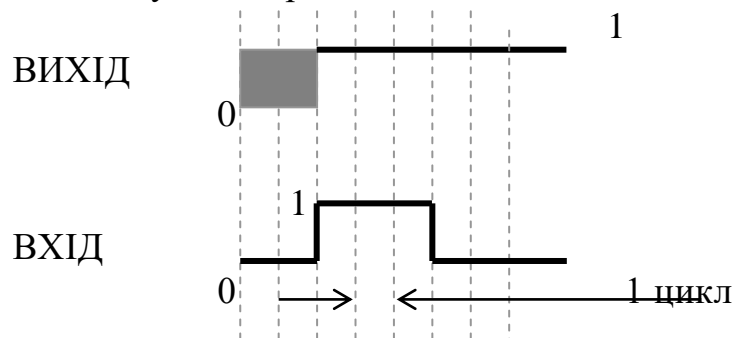

Рисунок 2.6.8 – Графік функції контакту "фіксатор"
- контакт “**фіксатор**” – цифровий вихідний контакт. Коли ліворуч від контакту з'являється логічна одиниця, вихідна змінна встановлюється й фіксується рівною логічній одиниці, навіть коли вхід знову стає рівним нулю. Зв'язок між входом і виходом контакту згідно рис. 2.6.8: